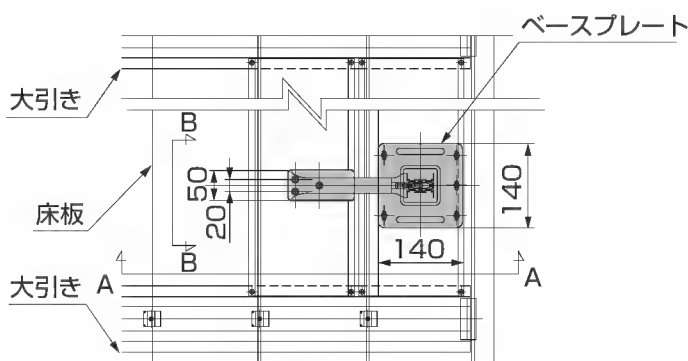
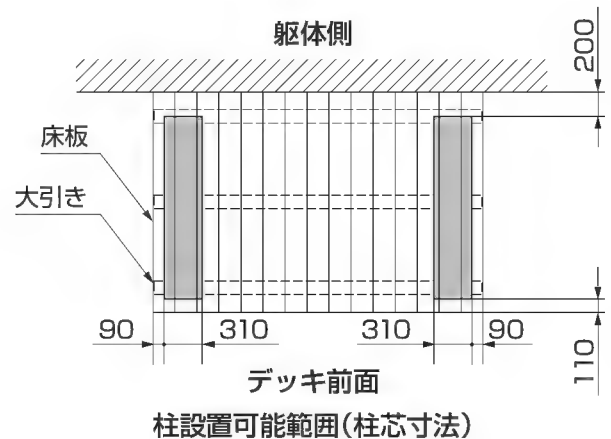

図3-17
図3-18
- デッキに図3-17、図3-18、図3-19、図3-20を参照して取付けてください。